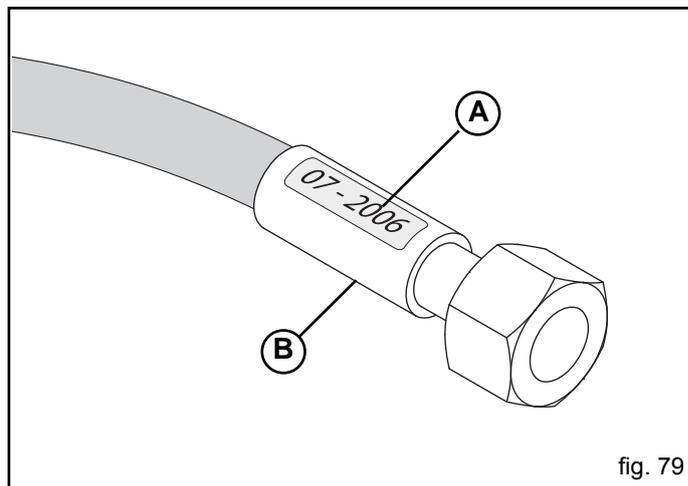

fig. 79
- perdite in prossimità dell'armatura del tubo (B, Fig. 79);
- corrosione dell'armatura (B, Fig. 79);
- superati i 5 anni dalla produzione (A, Fig. 79).